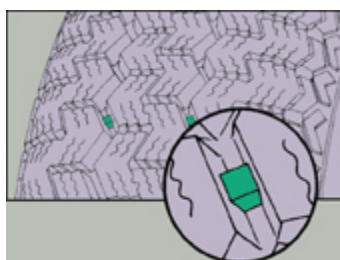

Fig. 22
- **Indicador de desgaste (fig. 22)**